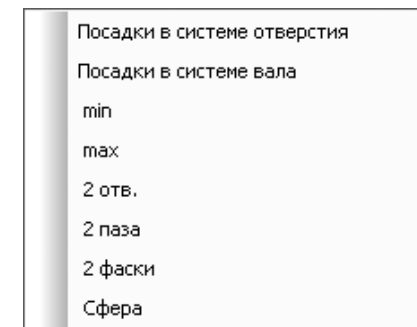

Рис. 6.6. Всплывающее меню после двойного щелчка в текстовом поле **Текст после** диалогового окна **Задание размерной надписи**
- щелкните дважды в текстовом поле **Текст после**. Появится всплывающее меню (рис. 6.6).